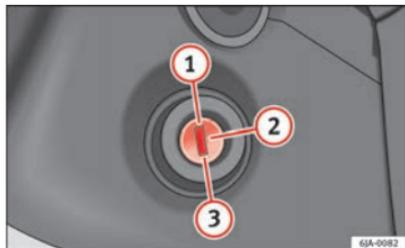

Abb. 101 Zündschlossstellungen
- Während der Fahrt mit stehendem Motor muss der Zündschlüssel immer in der Stellung **②** ⇒ Abb. 101 ⇒ Seite 146 (Zündung eingeschaltet) sein. Diese Stellung wird durch Aufleuchten von Kontrollleuchten signalisiert. Wenn das nicht der Fall ist, könnte es unerwartet zur Verriegelung der Lenkung kommen - Unfallgefahr!
- Der Anlasser darf nur betätigt werden (Zündschlüsselstellung **③** ⇒ Abb. 101 ⇒ Seite 146), wenn der Motor steht. Wird der Anlasser sofort nach dem Ausschalten des Motors betätigt, kann der Anlasser bzw. der Motor beschädigt werden.
- Treten Sie das Kupplungspedal durch **②** ⇒ Abb. 101 ⇒ Seite 146 und starten Sie den Motor **③** – ohne auf das Gaspedal zu treten. Halten Sie das Kupplungspedal getreten, bis der Motor anspringt.
- Sobald der Motor anspringt, lassen Sie den Zündschlüssel los. Der Schlüssel springt in die Stellung **②** zurück.
- Sollte der Motor nicht anspringen, drehen Sie den Schlüssel nach ca. 10 Sekunden wieder in die Position **①**. Wiederholen Sie den Versuch nach ca. 30 Sekunden.
Den Motor schalten Sie durch Drehen des Zündschlüssels in Stellung **①** ⇒ Abb. 101 ⇒ Seite 146 aus. ■